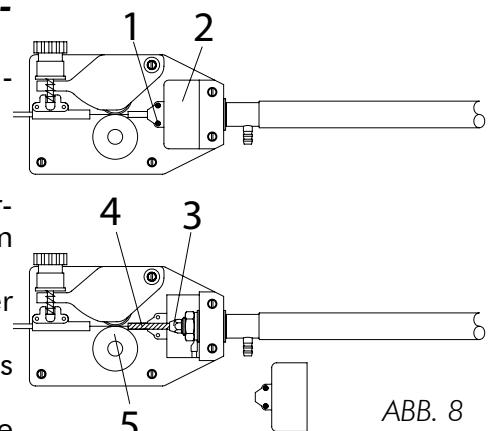

ABB. 8
Ersetzen der Drahtseele bei direktem Brenneranschluss am Gerät (Abb. 8) :
- Lösen Sie die beiden Schrauben (1) der Abdeckung des Brenneranschlusses (2).
- Lösen Sie die Messingmutter (3) vom Schlauchpaket.
- Entfernen sie die Gasdüse und die Stromdüse am Brennerkörper und ziehen Sie die Drahtseele (4) aus dem Brenner raus (im gestrecktem Zustand).
- Ziehen Sie die Messingmutter (3) wieder fest und schrauben sie die Abdeckung (2) wieder auf den Brenneranschluss (Fig. 8).